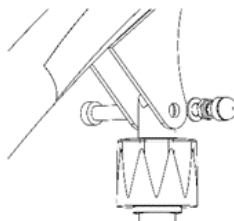

Fig. 1.6D
3. Monter aktuator på løftearmen. Brug unbrakonøglen og fastnøglen til at fastspænde boltene og møtrikken (Fig. 1.6D). Påsæt pyntemuffen på møtrikken.